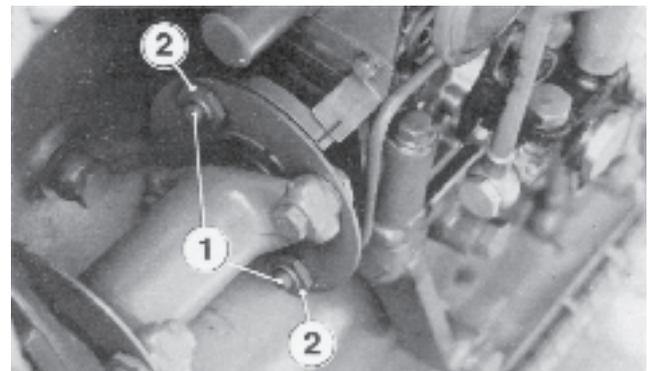

Fig. 136. Accouplement de pompe (plaque de protection déposée)
17. **Série 70** : desserrer les vis (1, figure 136) dans l'accouplement de pompe.
- ATTENTION ! Les écrous (2) devront être immobilisés** afin de ne pas endommager les disques en acier.
18. **Série 70** : faire tourner le flasque de la pompe d'injection jusqu'à ce que le comparateur à cadran indique une valeur correcte et serrer les vis (1).